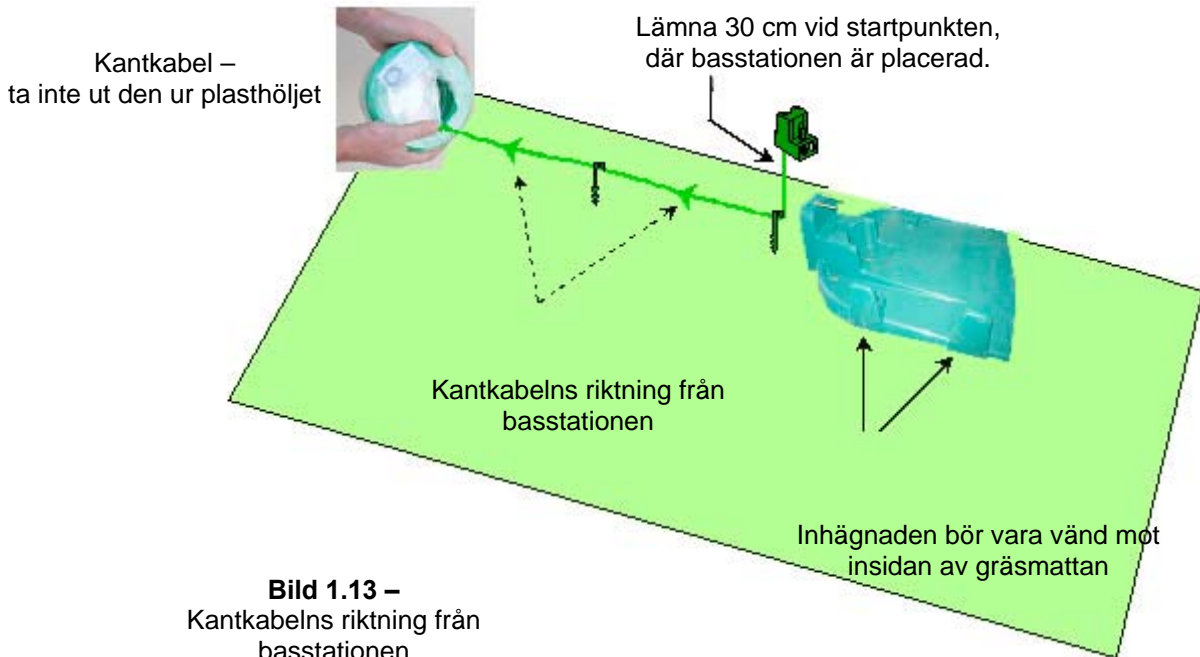

Bild 1.13 –
- Placera basstationen längs med gräsmattans kant på gräsmattan så att inhägnaden vetter mot gräsmattans insida (bild 1.13).
- Sätt fast början av kabeln i marken där basstationen kommer att vara placerad; se till att du lämnar 30 cm av kabeln så att du kan sluta öglan när installationen är klar (bild 1.13);
- Börja med att lägga kabeln motsols när du står inne på gräsmattan, som visas på bild 1.13.
- Börja med att dra ut kantkabeln ur plasthöljet och lägg ut den löst samtidigt som du går längs gräsmattans yta i den riktning som visas på bild 1.13: